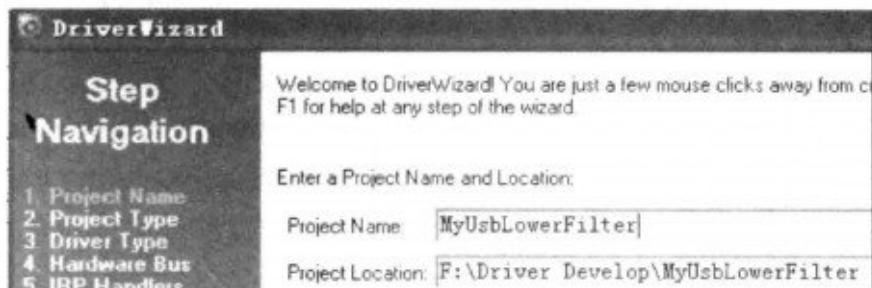

图 10.2.1 设置工程路径及工程名
(1) 设置工程路径以及工程名。如图 10.2.1 所示,将工程名设置为 MyUs-